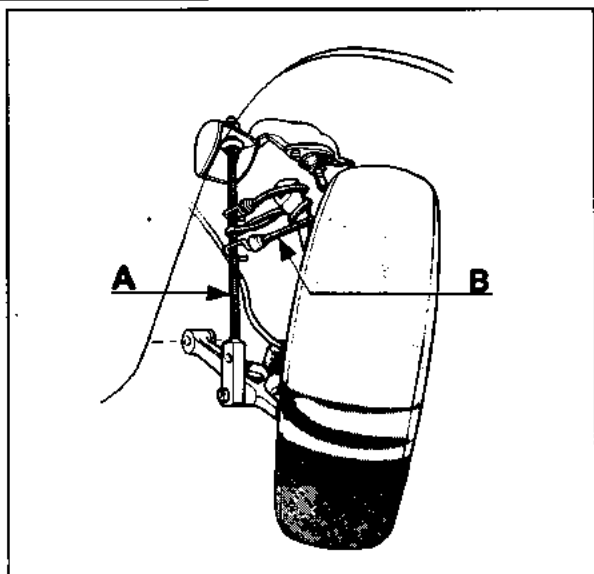

Fig. 14
- Verwijder de beide voorschokbrekers en vervang ze door de 2 trekstangen (A) (fig.14).
- Bevestig de beide fusees m.b.v. een snelbinder (B) (fig.14) aan de trekstangen.